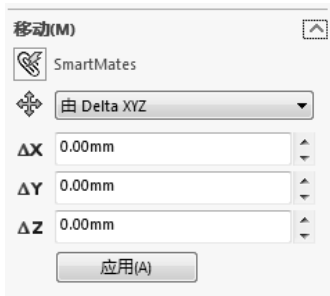

图 11-9 “由 Delta XYZ”设置
- 由 Delta XYZ：在属性管理器中键入移动 Delta XYZ 的范围，如图 11-9 所示，然后